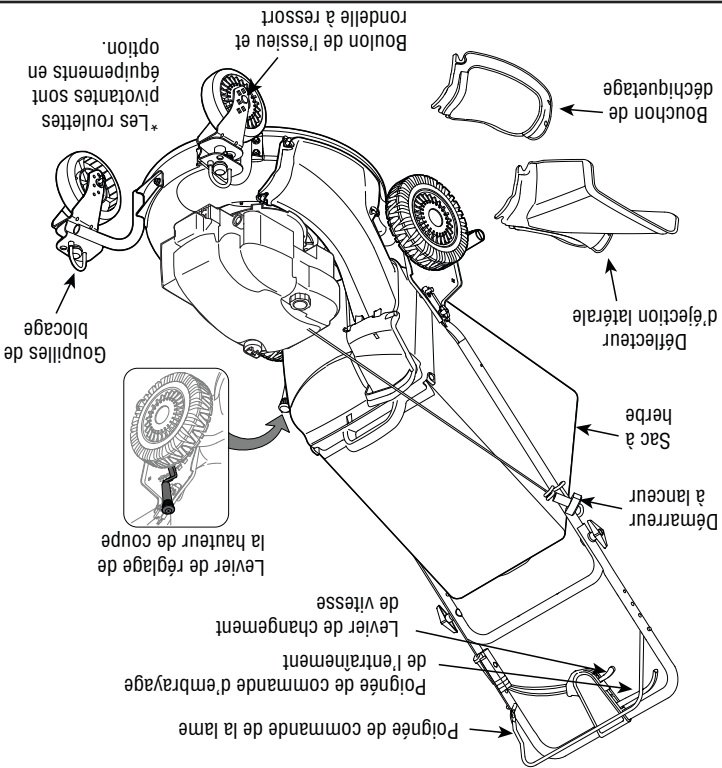

Figure 9
- Le levier de changement de vitesse se trouve sur le boîtier de la commande d'embrayage de l'entraînement, sur le guidon supérieur. Voir la Figure 9. Il sert à choisir la vitesse de déplacement de la tondeuse. Lâchez la commande d'embrayage de l'entraînement pour changer de vitesse.
- Pour enclencher l'entraînement, pressez la poignée de commande de l'embrayage vers la poignée de la lame. Voir la Figure 9. Lâchez la commande de l'embrayage pour ralentir pour contourner un obstacle, tourner ou pour arrêter.
La hauteur de coupe des roues avant est déterminée par le réglage à l'une des six positions de chaque roue pivotante. Voir la Figure 9. Enlevez l'écrou à oreilles sur le boulon de l'essieu pour ajuster la hauteur. Écartez le boulon et la rondelle à ressort de la roue pivotante et choisissez une hauteur de coupe. Placez la rondelle à ressort sur le boulon d'essieu, puis enfoncez celui-ci dans le trou carré voulu, à travers la roue. Maintenez en place avec l'écrou à oreilles enlevé précédemment. **IMPORTANT:** Toutes les roues doivent être réglées à la même position relative. **REMARQUE:** Si le terrain est accidenté, placez la manette de réglage de la hauteur à une position de coupe plus élevée.
La poignée de commande de la lame se trouve sur le guidon supérieur de la tondeuse. Voir la Figure 9. Il faut serrer cette poignée contre le guidon pour que la tondeuse fonctionne. Le fait de lâcher la poignée arrête le moteur et la lame.
Il se trouve sur le boîtier de la commande d'embrayage de l'entraînement, sur le guidon supérieur. Voir la Figure 9. Il sert à choisir la vitesse de déplacement de la tondeuse. Lâchez la commande d'embrayage de l'entraînement pour changer de vitesse.
7. La manette de réglage détermine la hauteur de coupe de la tondeuse. La manette de réglage se trouve au-dessus de la roue arrière gauche. Tirez sur la manette et écartez-la de la tondeuse pour régler la hauteur de coupe. Déplacez-la vers l'avant ou vers l'arrière à la hauteur voulue. Voir la Figure 9.